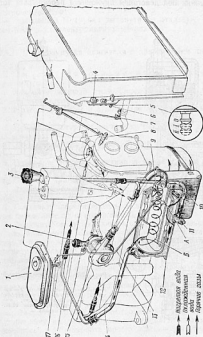

Рис. 35. Схема системы подогревателя:
В комплект подогревателя входят следующие составные части: котел 12 (рис. 35), топливный бакоч 1, электромагнитный клапан 2, электропентиллятор 15, поддон 10 обогрева масляного картера, трубопроводы и пульт управления.
На правой боковине радиатора установлен пульт управления подогревателем, на котором размещены переключатель 5 (рис. 35), выключатель 6 свечи и контрольная спираль 4. Переключатель 5 имеет три положения:
4. Закройте краны 11 (рис. 35) и 8 (кран 7 должен быть открыт).